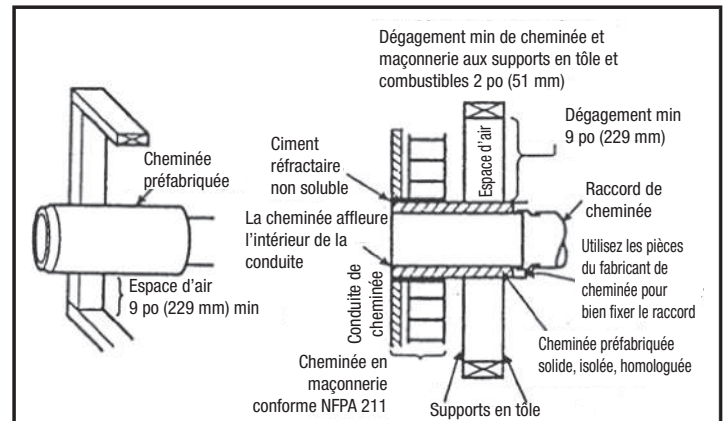

Figure 11
4. Un raccord de cheminée vers une cheminée en maçonnerie, sauf pour la figure 11 ci-dessus avec 2 po, doit s'étendre au travers du système de mur passe-plat vers la face intérieure du conduit de cheminée, mais pas au-delà. Il n'a pas besoin d'être fixé en place pour autant qu'il ne puisse pas être retiré accidentellement de la cheminée ou poussé dans le conduit de cheminée. Si des fixations sont utilisées pour fixer le raccord de cheminée sur une cheminée en maçonnerie, les fixations ne doivent pas pénétrer le revêtement de conduit de cheminée.